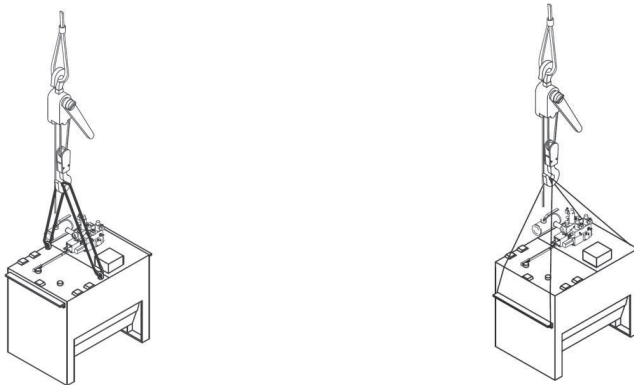

Fig. 2 – Sollevamento centralina con funi
- Il carico e lo scarico delle centraline dai mezzi di trasporto deve essere fatto con carrelli elevatori. Se si sollevano le centraline con delle funi, far passare le funi sotto le maniglie (vedi Fig. 2 e vedi Tab. 3)